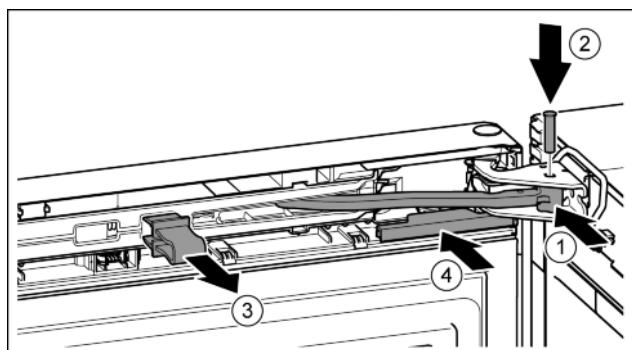

Fig. 22
- Повернуть шарнир в опорном кронштейне. Fig. 22 (1)
- Вставить палец в опорный кронштейн и шарнир. При этом следить за тем, чтобы выступ фиксатора занимал правильное положение в пазу. Fig. 22 (2)
- Снять предохранитель. Fig. 22 (3)
- Надвинуть крышку. Fig. 22 (4)